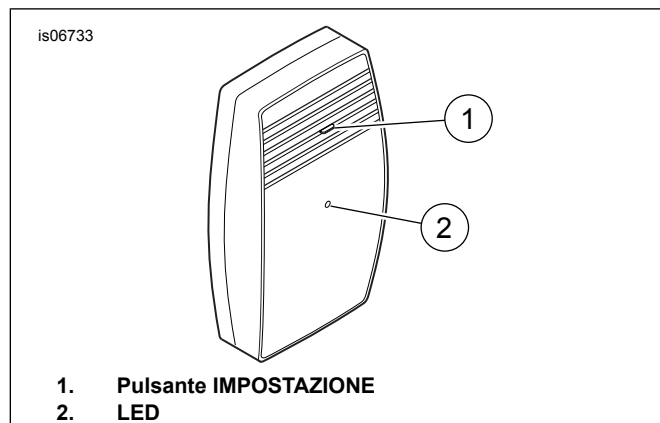

Figura 33. Ricevitore del telecomando della porta del garage, vista anteriore
4. Vedere Figura 33. Tenere premuto il pulsante IMPOSTAZIONE (1) sul **ricevitore** del telecomando Harley-Davidson di apertura della porta del garage. Il LED (2) sul ricevitore lampeggia con continuità mentre si tiene premuto il pulsante IMPOSTAZIONE.